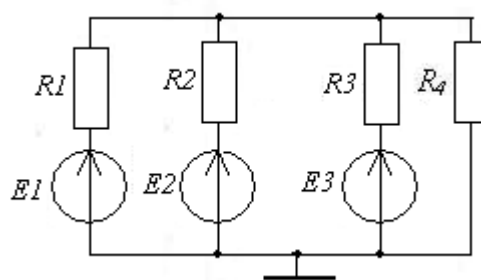

Рис. 3
**Задача №3.** Для схемы, представленной на рис. 3, найти токи, протекающие через резисторы  $R1, R2, R3, R4$ . Параметры элементов схемы представлены в Таблице 3.